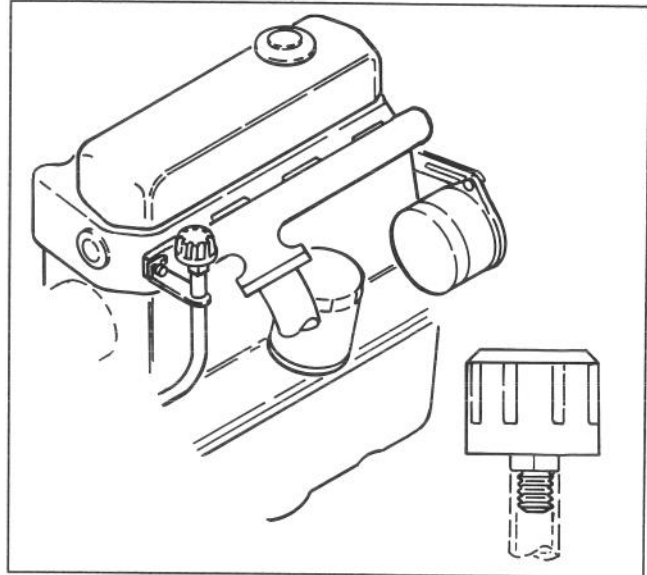

Bild 47
2. Den Bereich um die Entlüftung reinigen und mit Hilfe eines Schraubenschlüssels die Entlüftung abschrauben (Bild 47). Einen neuen die Entlüftung montieren.